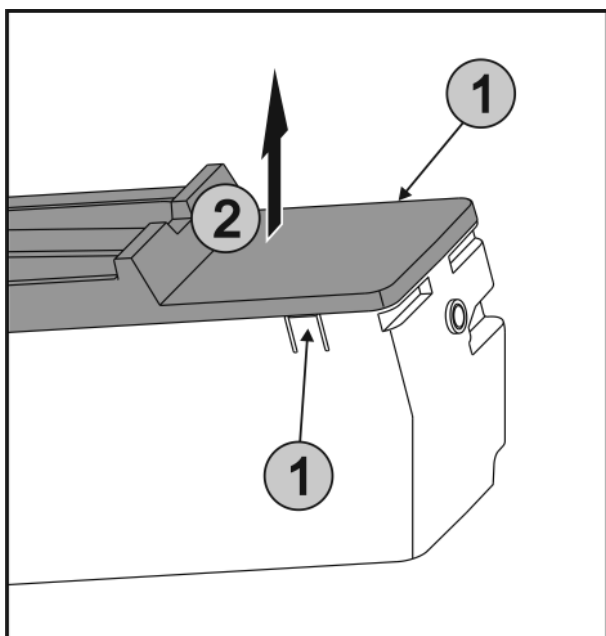

Fig. 49
- Одновременно нажать на накладки Fig. 49 (1) на обеих сторонах EasyTwist-Ice и снять крышку Fig. 49 (2) движением вверх.